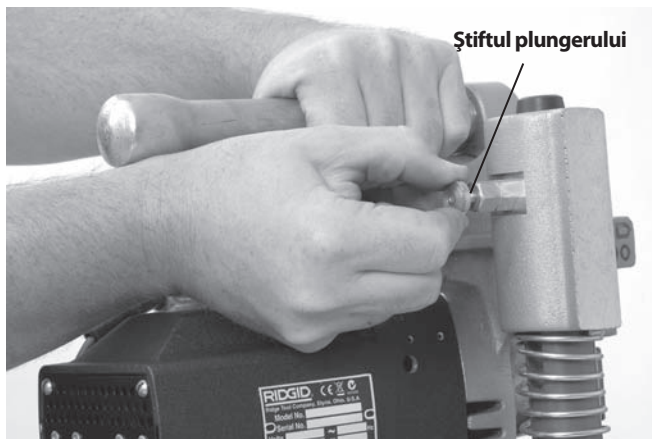

Figura 7 – Separarea ansamblurilor bazei și motorului
- Piese defecte, uzate, lipsă, nealiniat sau gripate. Asigurați-vă că ansamblul motorului se mișcă liber și în sus și în jos pe stâlpii ansamblului bazei. Confirmați că lanțul și maneta pivotantă se mișcă liber. Pe HC-300, confirmați că știftul plungerului funcționează corespunzător și reține ansamblul motorului la ansamblul bazei (figura 7).
1. Cu dispozitivul de perforare HC-300 pe o suprafață stabilă, fixă, trageți plungerul din spatele stâlpului din stânga (figura 7) și ridicați ansamblul motorului de pe ansamblul bazei.